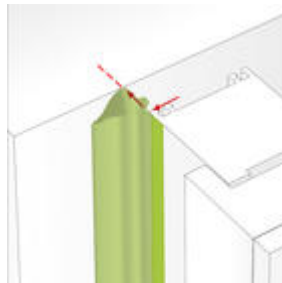

Bild 1: Folie auf die Ansichtseite des Blendrahmens kleben
- Ankleben an der Ansichtsseite des Blendrahmens (Bild 1).